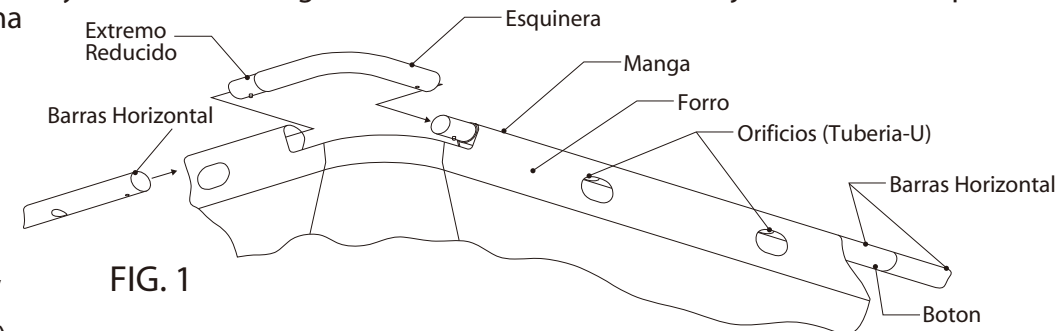

FIG. 1
B. Localice las cuatro piezas de metal (Piezas Esquinas) de la tubería Fig. 1., luego coloque una en cada esquina de la alberca. Ahora localice las (Barras Horizontales), inserte cada extremo reducido solamente para unir las barras longitudinalmente, **Nota:** ningún Pasadores de primavera es usado en los extremo de las Barras Horizontales para anexarlas en las piezas esquinas o en las piezas esquinas en si, por favor vea en la pagina 5 el diagrama de ensamblado para una ubicación adecuada de los Pasadores de primavera. Coloque la mitad de las cortas en cualquier (extremo de la alberca) y la mitad de las largas a lo largo (del lateral de la alberca), éstas junto con las (Piezas Esquinas) forman el marco de soporte de la alberca. Comience deslizando las (Barras Horizontales) dentro de la manga
(asegurándose de que trabaja en dirección a las manecillas del reloj alrededor de la albarca con todas las partes reducidas apuntando en sentido de las manecillas) vea Fig. 1 y consulte "Revisión de todas las partes de Ensamble del Marco" mostrado en la página 5.
Conecte las (Barras Horizontales) juntas presionando el boton mientras inserta una barra dentro del extremo de otra barra. Mire a través del orificio de seguridad en la barra mientras las une, ligeramente gire las barras hasta que el boton se alinee con el orificio y bote hacia arriba, asegurando el extremo de esa barra dentro del extremo de la otra barra. Repita este procedimiento para las Barras horizontales restantes, asegurándose de que los orificios en las barras se alineen con las aberturas en la manga de la alberca Fig. 1 estos orificios se usan para los soportes de la Tuberia-U (extremos y laterales). Enseguida instale las piezas esquineras (de nuevo trabajando en sentido de las manecillas con los extremos reducidos apuntando en sentido de las manecillas), deslicelas juntas y repita este procedimiento para todas las esquinas, en la ultima esquina puede ser necesario levantar la conexion final en angulo para permitir que las tuberias entren en cada una lentamente bajando los extremos de nuevo a planos, despues deslizando los juntos hasta que entren completamente, ahora revise de nuevo todas las conexiones de la (Barras Horizontales) y las (Piezas Esquineras) en este momento.